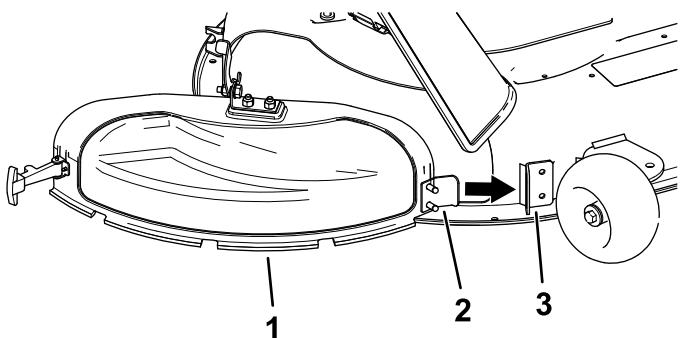

Figura 13
3. Inclinate la linguetta metallica presente sul coperchio dello scarico all'interno della fessura nella staffa saldata sul piatto di taglio (Figura 13).